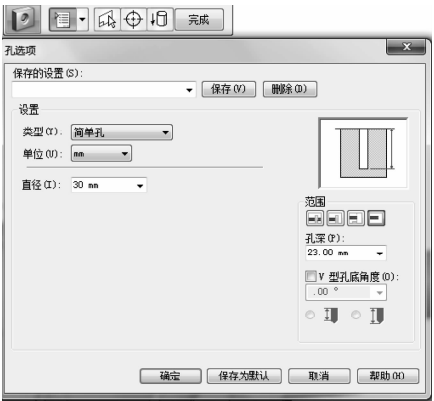

图 7-84 孔径设置
(1) 单击【主页】下【实体】菜单栏中的【打孔】特征，在自动弹出的功能菜单栏中单击【打孔-孔选项】，在程序弹出的菜单栏中选择孔的直径为【30mm】，如图 7-84 所示，单击【确定】按钮，返回功能菜单栏选择【重合平面】选项，选择轴端面为基准面。